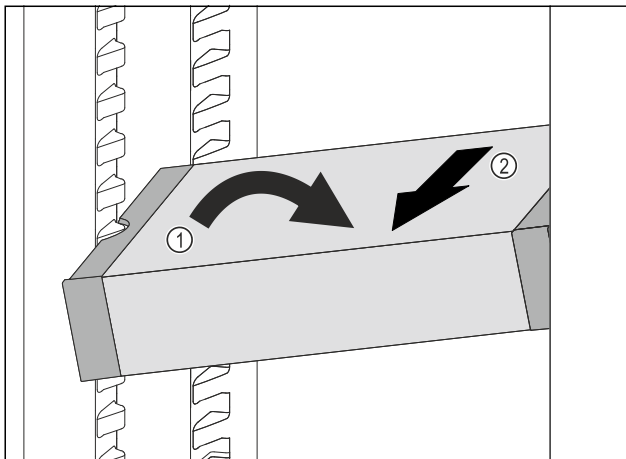

Fig. 103
- ▶ Наклонете VarioSafe в хладилната част. Fig. 103 (1)
- ▶ Извадете VarioSafe напред. Fig. 103 (2)